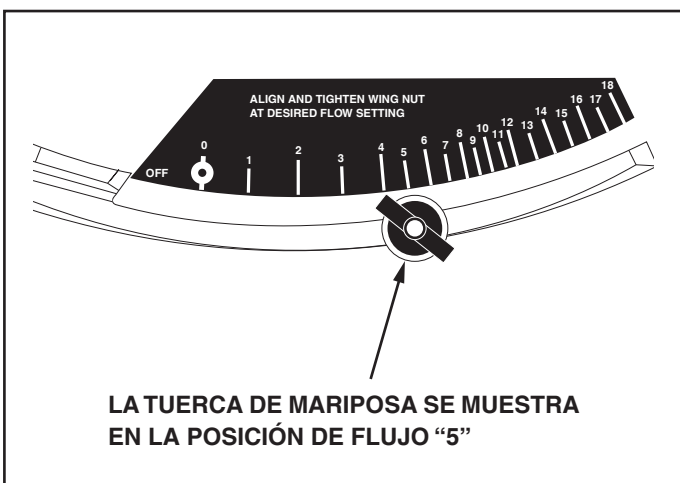

FIGURA 24
4. Afloje la tuerca de mariposa plástica y muévela al punto de ajuste deseado. Vuelva a apretar la tuerca. Vea la Figura 24.